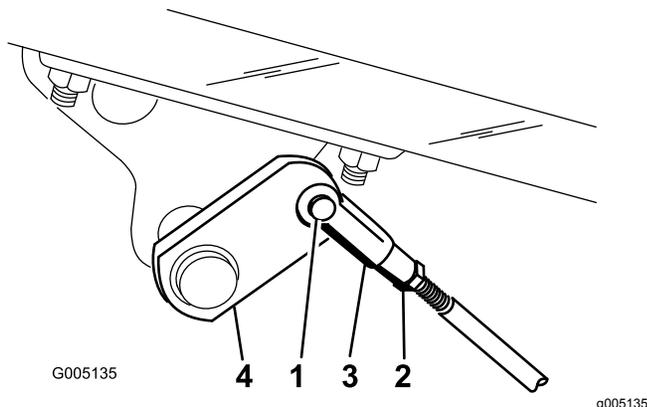

図 46
A. コッターピンとクレビスピンを外して、ブレーキロッドを外す 図 46。
- B. ジャムナットをゆるめ、クレビスを調整する 図 46。
- C. クレビスをシャフトに取り付ける 図 46。